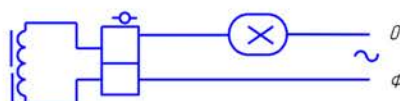

Рис. 2
8.2 Для подключения аппарата необходимо соединительные провода сети и лампы подсоединить к соответствующим клеммам клеммных колодок согласно схемы, приведенной на рис. 2.